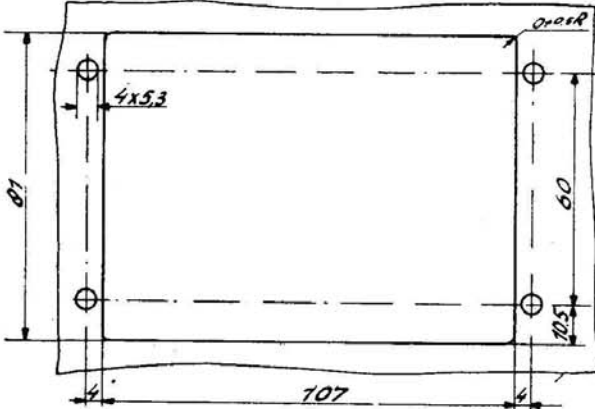

Fig. 1
- a. Fixation sur le tableau de commande; les mesures sont indiquées sur la fig. 1.